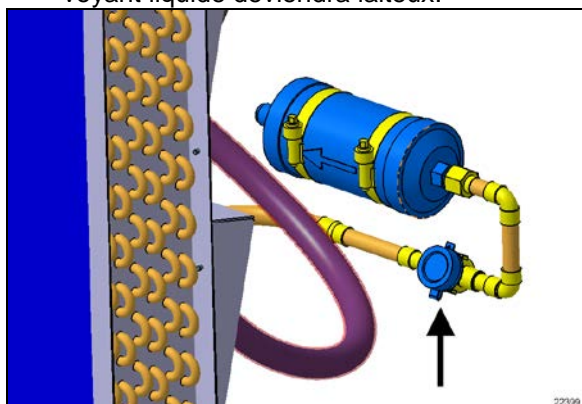

FIGURE 77 : REGARD DE L'INDICATEUR D'HUMIDITÉ
- 2- Lorsque la climatisation est en marche depuis au moins dix minutes, le regard de l'indicateur d'humidité (FIGURE 77) doit être transparent. Il ne doit pas être laiteux et ne doit pas contenir de bulles. La présence de bulles dans le regard de l'indicateur d'humidité est un signe de faible charge du fluide frigorigène. La température du déshydrateur-filtre qui se trouve à proximité doit être presque uniforme, avec une différence de 5 °F entre l'aspiration et l'évacuation. Un filtre partiellement bloqué produira de la vapeur instantanée et le voyant liquide deviendra laiteux.